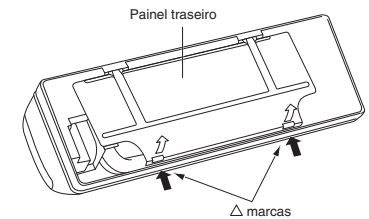

Fig. 3-32
- Carregue nas 2 marcas Δ na tampa da armação e desenganche as linguetas estacionárias da armação. (Fig. 3-32)